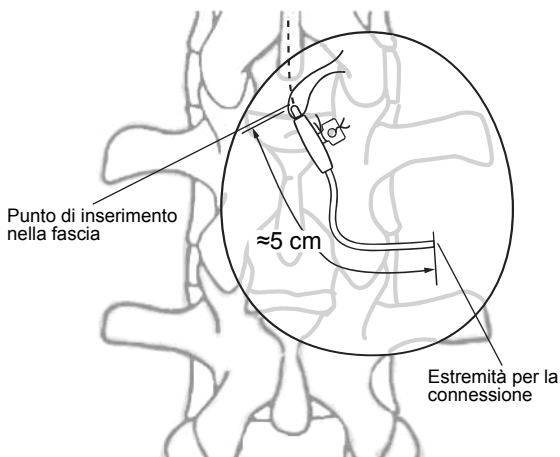

Figura 7. Taglio del segmento spinale.
1. In corrispondenza del punto di incisione spinale, tagliare il segmento spinale del catetere in base alle necessità. Lasciare fuoriuscire circa 5 cm dal punto di inserimento nella fascia per consentire il movimento del paziente ed evitare attorcigliamenti (Figura 7).